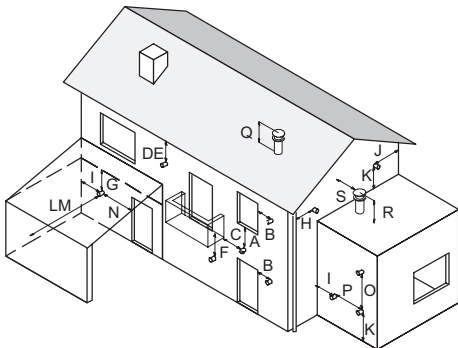

Figura 5.14
- respetar las distancias mínimas de la Figura 5.14 y las normas nacionales y locales vigentes.